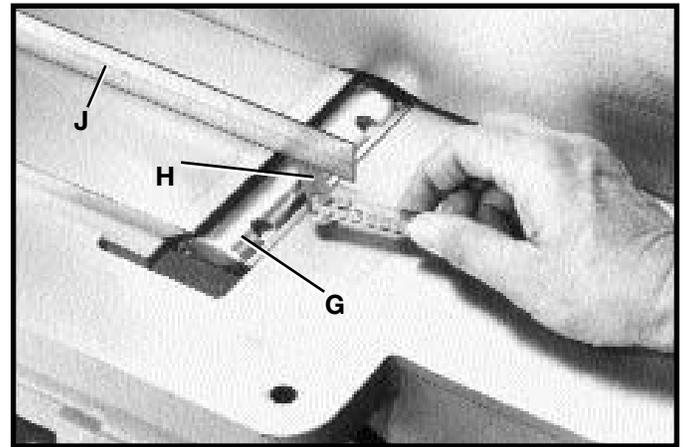

Fig. 60
10. Gire el cabezal de corte (G) Fig. 60 con cuidado hasta que la porción redonda del cabezal de corte quede arriba, como se ilustra aquí.
11. Coloque un calibrador de .060 pulg. (H) Fig. 60 sobre el cabezal de corte, y haciendo uso de una regla (J) sobre la mesa posterior, ajuste la altura de la mesa posterior hasta que se encuentre a .060 pulg. por encima del diámetro del cabezal de corte, como se ilustra aquí.